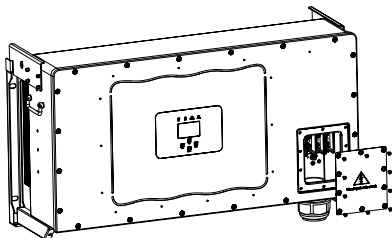
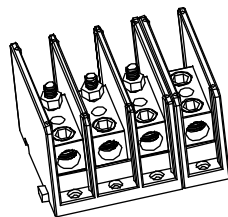

Рис. 5.7 Розподільна коробка змінного струму
Рис. 5.8 Клема змінного струму
1) Викрутіть 8 гвинтів на розподільній коробці інвертора та зніміть кришку розподільної коробки, як показано на Рис. 5.7. Знявши розподільну коробку, ви зможете побачити клеми інвертора. За замовчуванням вони мають 4 розряди, як показано на Рис. 5.8.